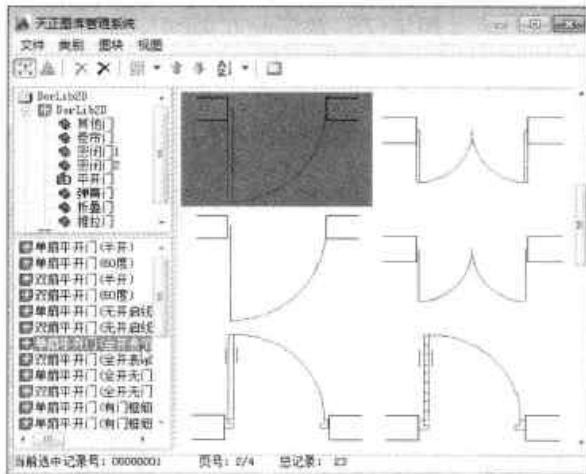

图16-72 选择单扇门样式
**Step 08** 打开“门”对话框，单击“门”平面视图，打开“天正图库管理系统”对话框，选择满意的门图块，如图 16-72 所示。